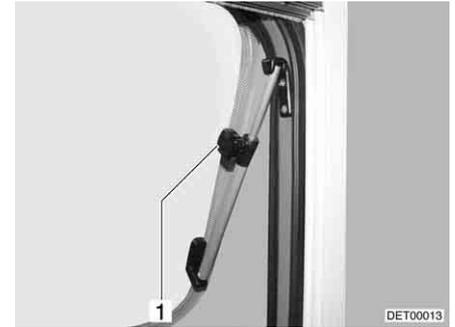

Fig. 82 Lanterneau avec bras pivotants, ouvert
- Ouvrir le lanterneau jusqu'à la position voulue et le bloquer avec la molette (Fig. 82,1).
- Tourner la molette (Fig. 82,1) jusqu'à ce que le dispositif de blocage soit libéré.